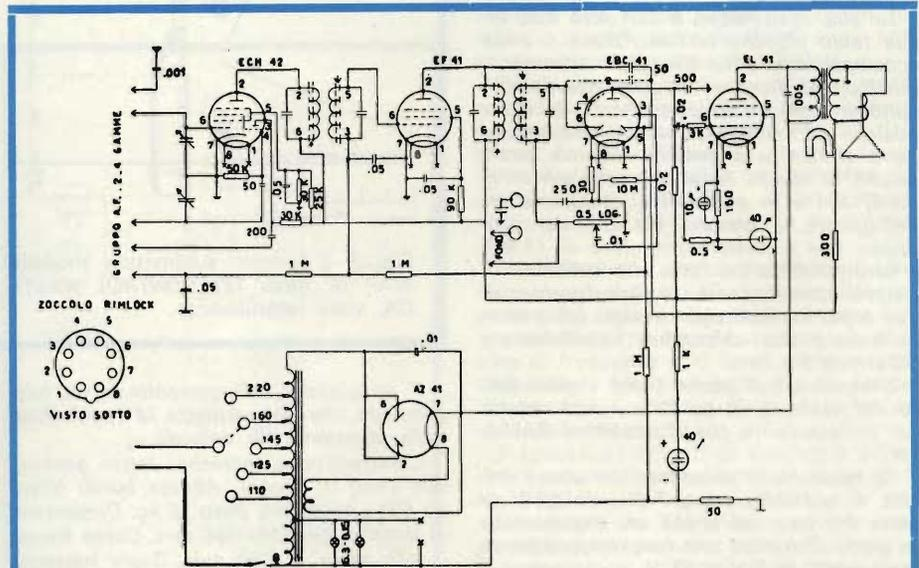

Fig. 1 - Schema storico di un ricevitore GBC. Si tratta del modello *JUVENTUS*, uno dei primi modelli forniti in scatola di montaggio.
Fig. 1 - A sinistra (A) il grafico illustra le relazioni che intercorrono tra la corrente di collettore e la tensione applicata tra base ed emettitore per un transistor del tipo BD 433. il grafico di destra (B) rappresenta invece le relazioni che intercorrono tra il parametro $V_{CE sat.}$ e la corrente di base I_b , espressa in milliampère.